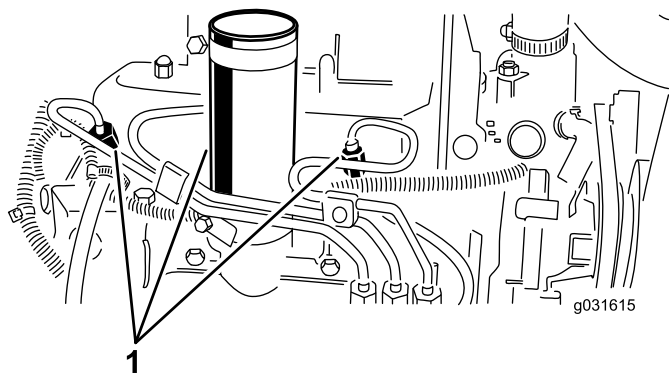

Figura 53
1. Afloje la conexión entre el tubo y el conjunto de boquilla y soporte N° 1 (Figura 53).